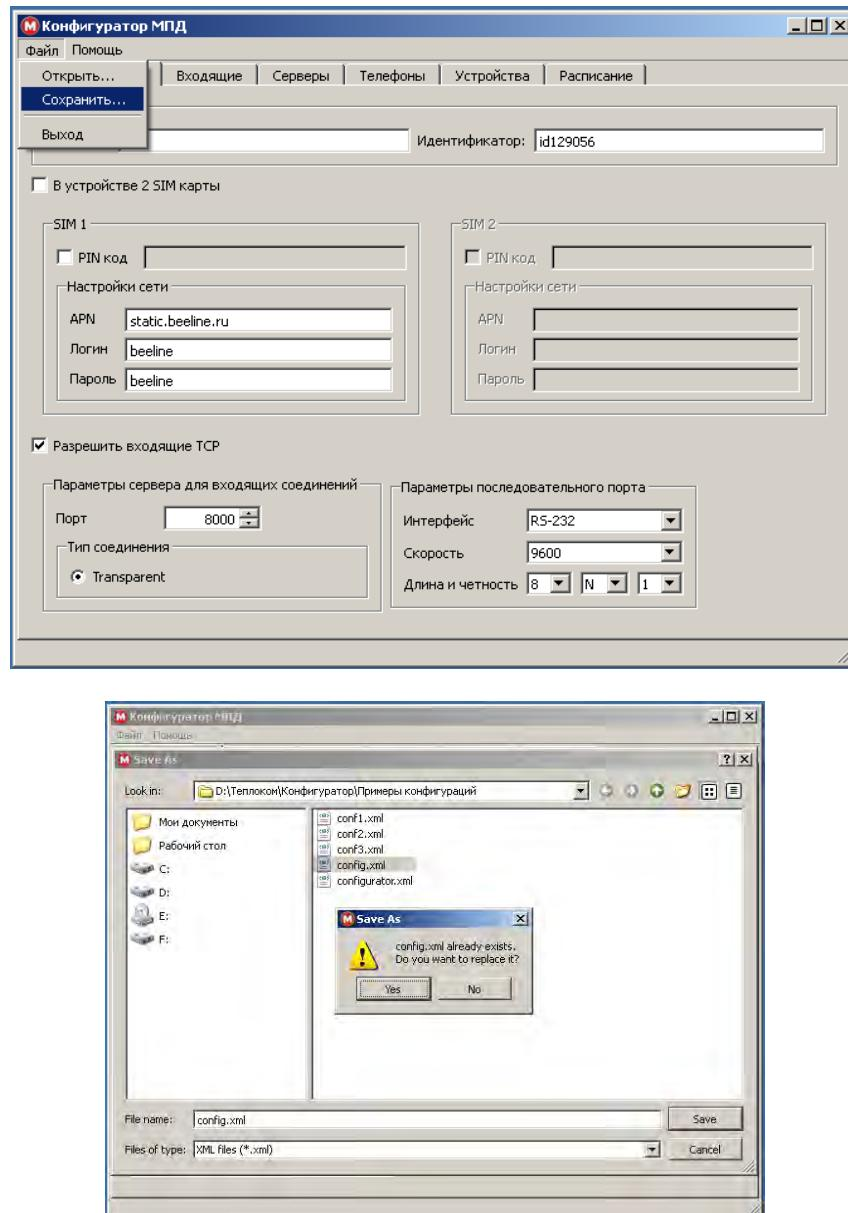

Рисунок 3.3 – Запись конфигурации
❹ Для записи новой или отредактированной конфигурации выбрать закладку «Файл», пункт «Сохранить», при этом будет предложено выбрать место для сохранения и имя файла. (рисунок 3.3) По умолчанию устанавливается тип файла xml.